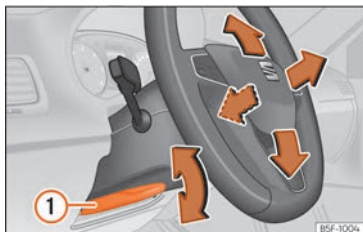

Abb. 20 Hebel auf der linken unteren Seite der Lenksäule.
- Lenkradposition einstellen: Ziehen Sie den Hebel » » » **Abb. 20** ① nach unten, bringen Sie das Lenkrad in die gewünschte Position und schieben Sie den Hebel wieder nach oben, bis er seine Verriegelungsposition erreicht.